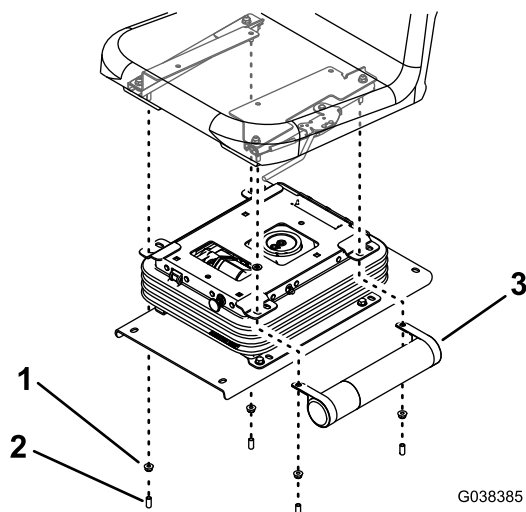

Figura 7
7. Instale los ajustadores del asiento y el tubo manual en el conjunto de la suspensión con 4 tuercas y 4 tapones (Figura 7).